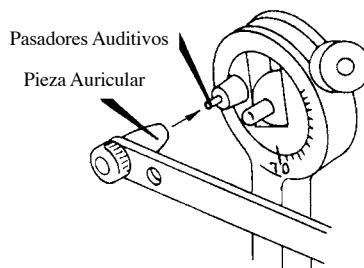

Figura 12A
11. Las piezas auriculares representan el meato auditivo externo y presentan orificios pequeños de ventilación en sus extremos. Estas piezas auriculares suspenden el arco directamente sobre los pasadores auditivos en los articuladores HANAU™ 96H2 y HANAU-MATE®, Figura 12A.